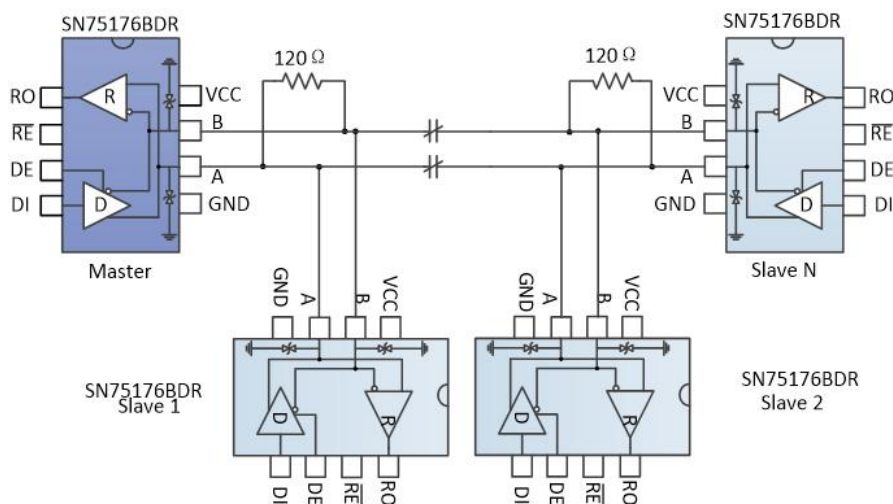

图 9 总线式 RS485 半双工通讯网络
4.1 总线式组网：SN75176BDR RS485 收发器设计用于多点总线传输线上的双向数据通信。图 9 显示了典型网络应用电路。这些器件也能用作电缆长于 4000 英尺的线性转发器，为减小反射，应当在传输线两端以其特性阻抗进行终端匹配，主干线以外的分支连线长度应尽可能短。